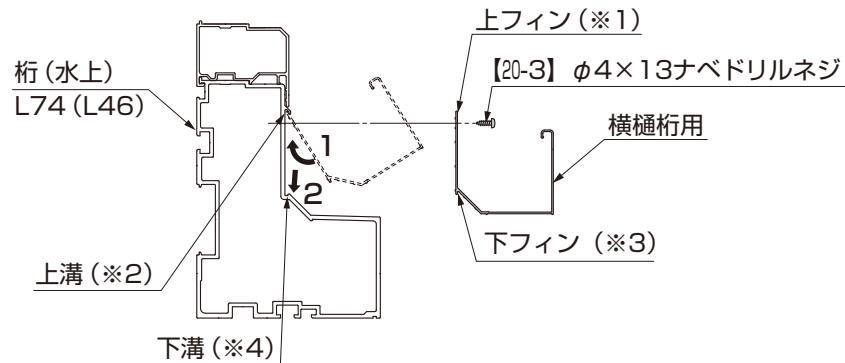

図8-2 横樋桁用の取付け
①横樋用の上フイン（※1）を、横の上溝（※2）に下から入れ、横樋用の下フイン（※3）を横の下溝（※4）に落とし込むように取付けてください。（図8-2参照）